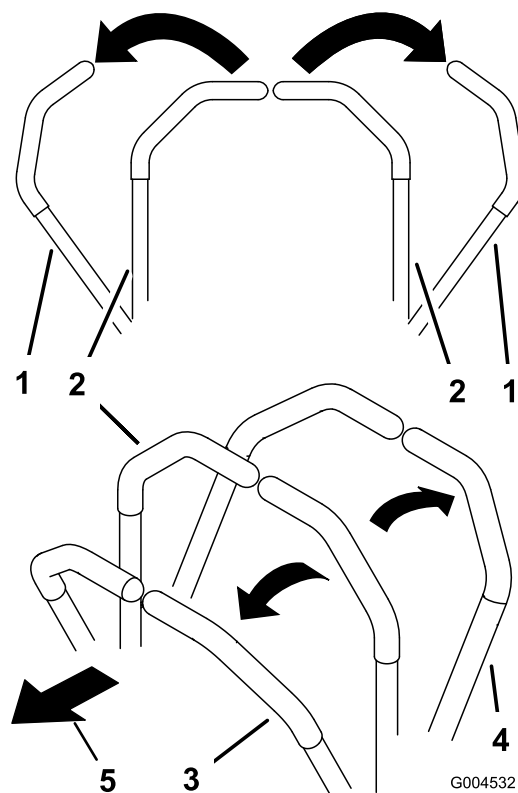

Figure 19
1. Placez les poignées de commande en position de verrouillage du point mort (Figure 19).